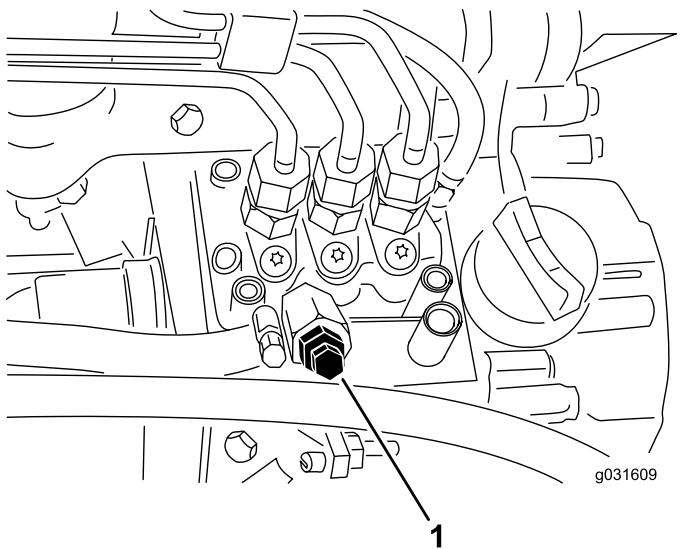

Рисунок 51
- Выверните винт стравливания воздуха из насоса для впрыска топлива (Рисунок 51).